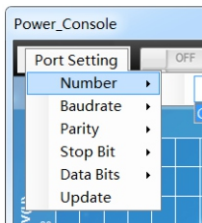

图 2
7. 进入软件点击 Port Setting 》Number》选择对应的 COM 接口 如图 2